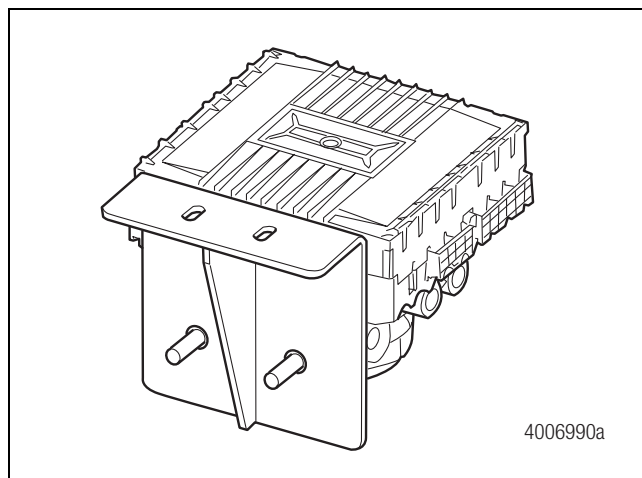

Figura 6.6
El conjunto de la ECU de reemplazo no debe montarse en un tanque de aire. El tanque de aire no soportará el peso del conjunto de la ECU/válvula moduladoras doble. Puede fabricarse un soporte utilizando acero de por lo menos 3/16 de pulgada (5 mm) de espesor o puede montarse directamente a la viga transversal. Figura 6.6.
- Fijelo a un soporte con dos orificios de montaje de 9/16 de pulgada (14 mm) con distancia de centro a centro de 2-3/4 pulgadas (70 mm) entre los dos orificios. El soporte debe ser de acero laminado en frío 1040 a 1080 con un cartabón de refuerzo. Figura 6.6.